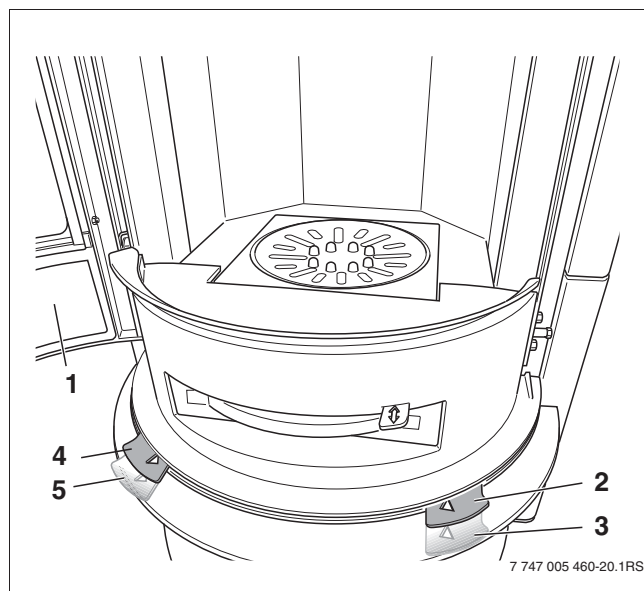

Рис. 25 Заслонки первичного и вторичного воздуха
- ▶ закройте заслонки первичного и вторичного воздуха (→ рис. 25 [2, 4], стр. 21).
- ▶ Закройте решётки первичного и вторичного воздуха (→ рис. 25 [2, 4], стр. 21).